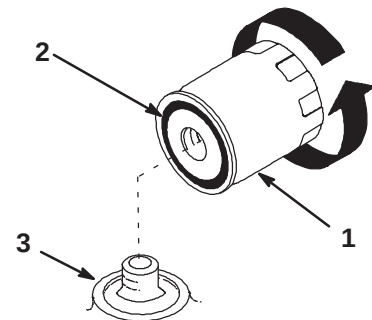

Bild 27
2. Entfernen Sie den alten Filter und wischen Sie die Dichtfläche am Anbaustutzen (Bild 27) ab.
3. Ölen Sie die Gummidichtung am Austauschfilter (Bild 27) leicht mit Frischöl ein.
4. Drehen Sie den Austauschfilter auf den Anbaustutzen auf. Drehen Sie den Ölfilter im Uhrzeigersinn, bis die Gummidichtung den Anbaustutzen berührt. Ziehen Sie den Filter dann um eine weitere 3/4 Umdrehung fester (Bild 27).